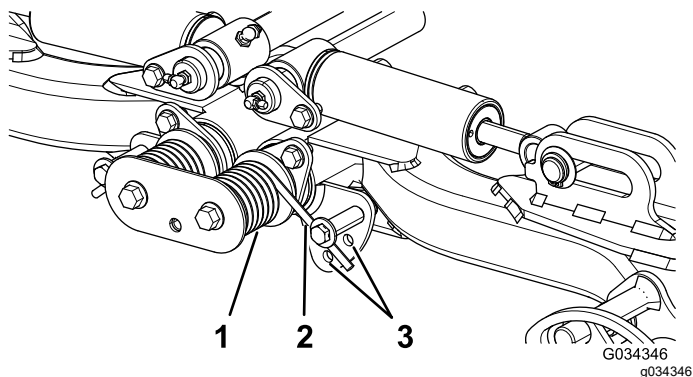

Bild 38
2. Führen Sie ein Rohr oder ein ähnliches Objekt in die lange Feder ein, um die Federspannung während der Einstellung aufzuheben (Bild 38).
- Wenn Sie die Federspannung aufgehoben haben, nehmen Sie die Schraube und Sicherungsmutter ab, mit denen der Federaktuator an der Halterung befestigt ist (Bild 38).